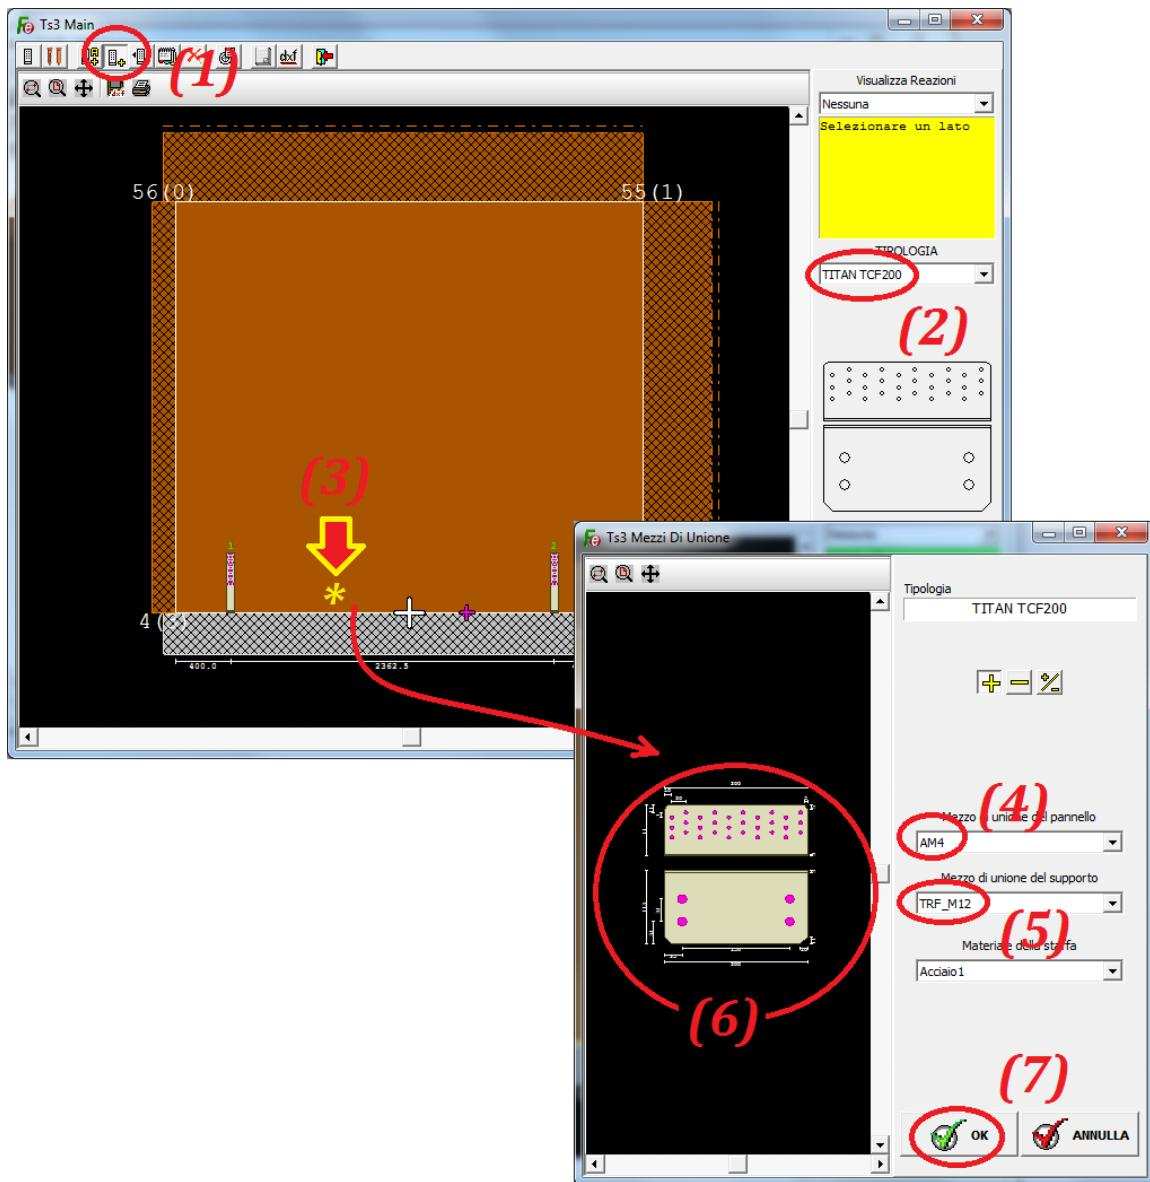

Figura 75
Per aggiungere anche una staffe del tipo TCF200, per la resistenza al taglio, con riferimento alla figura 75, cliccare (1) sul tasto “Aggiungi staffe (manuale)”, controllare che la tipologia impostata sia sempre la “TITAN TCF200” (2), portare il cursore in prossimità del bordo inferiore del pannello (3) in corrispondenza del punto contrassegnato con “*”, all’interno delle staffe 1 e 2 già inserite, e farvi click con il tasto sinistro del mouse per visualizzare la finestra “Mezzi di Unione”.
Chiuso l’ambiente di visualizzazione delle verifiche e ritornati in quello principale nella gestione del pannello X-Lam selezionato, facendo riferimento alla figura 75, per la progettazione dei dispositivi di collegamento, una volta eseguito con successo l’analisi e